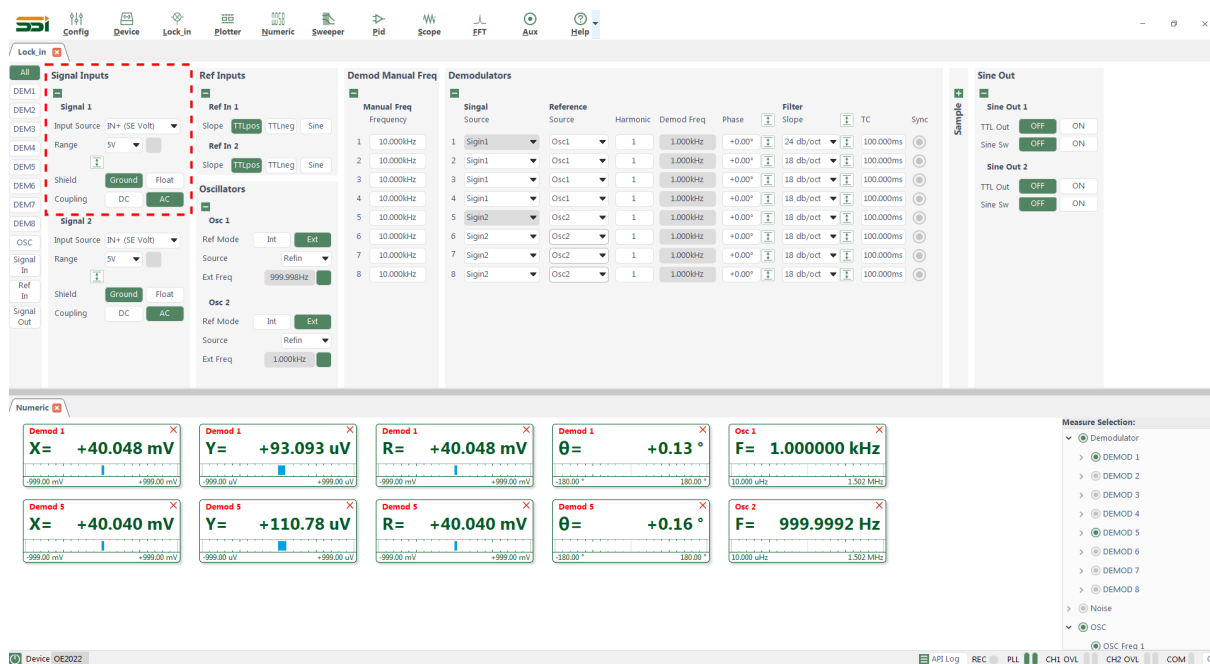
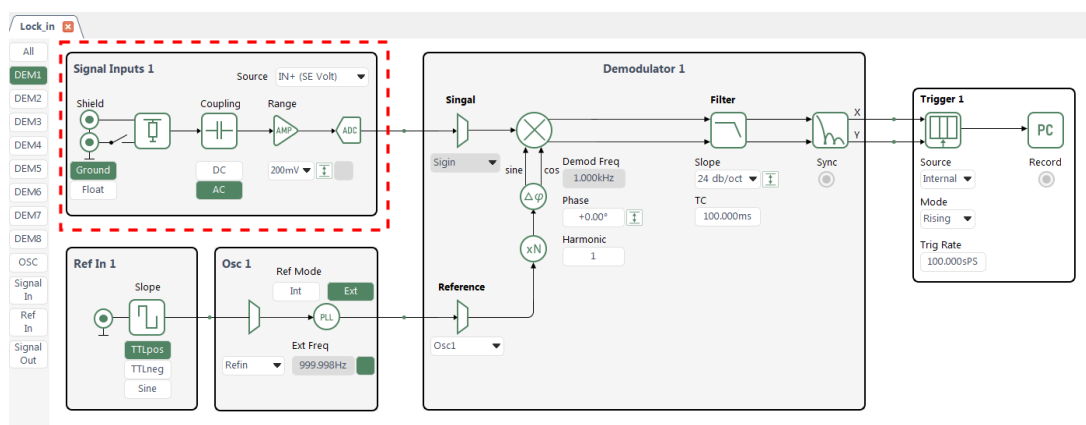

图 31. 输入信号配置区域
图 32. 流程框图的输入信号配置区域
1. 根据表4配置，在输入信号配置中修改输入信号类型、输入耦合方式和输入量程，其它选项默认，如图31和图32所示，选择其中一种方式进行修改。